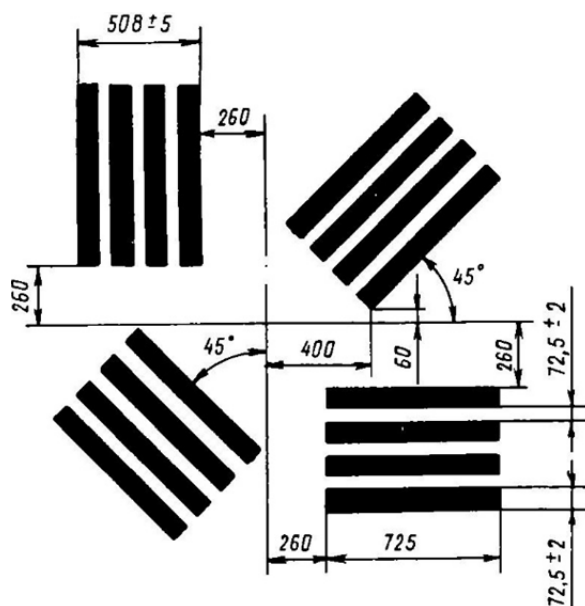

Рис. 2.20. Мира для проверки разрешающей способности прицела-дальномера
– установить на расстоянии 500 м от танка щит с минутной мерой (рис. 2.20);